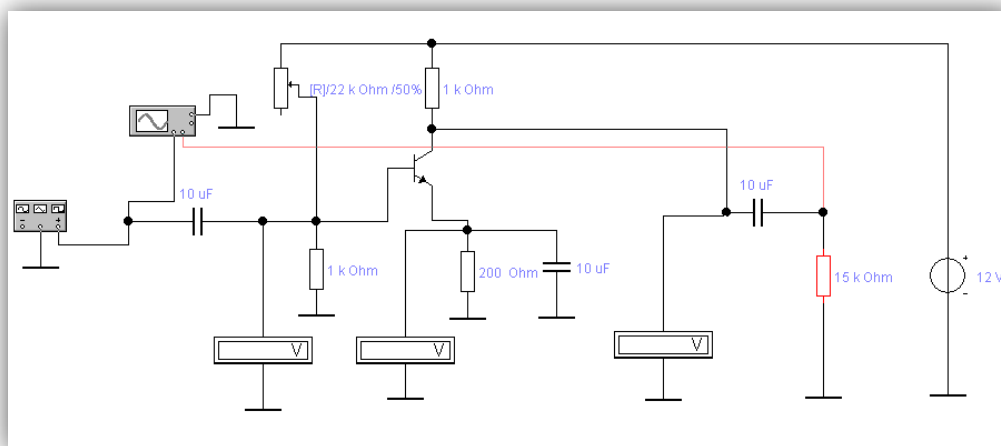

Рисунок 13 – Схема для изучения работы усилителя
1. Исследуйте влияние базового резистора на параметры выходного сигнала (рисунок 13) и заполните таблицу 14.